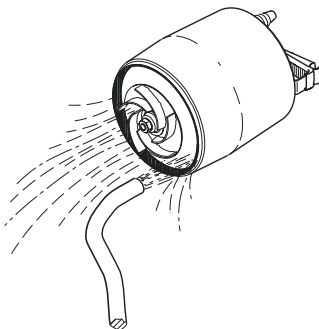

Fig. 9
3. Limpie la bomba con abundante agua para eliminar posibles impurezas entre el motor y la carcasa externa. Limpie el impulsor, ver fig. 9.